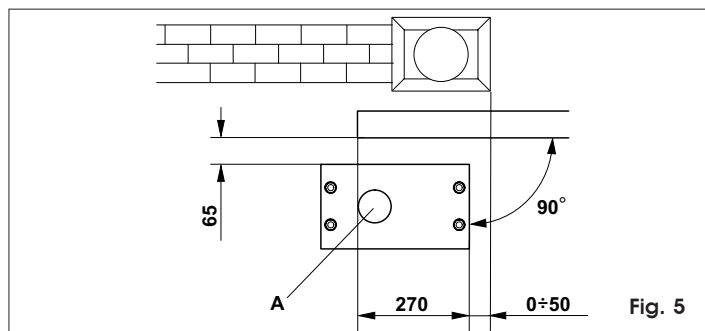
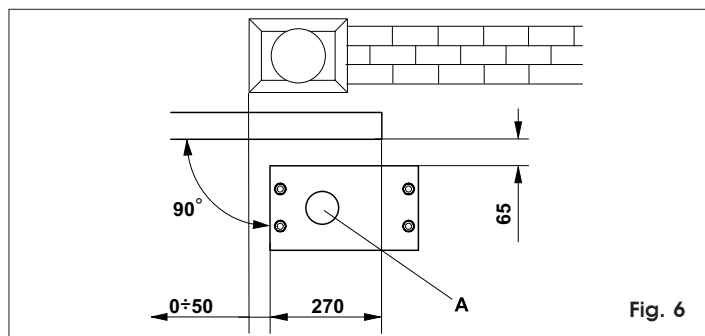

Fig. 5
Fig. 6
2) La plaque de fondation doit être positionnée d'après la Fig.5 (fermeture droite) ou la Fig.6 (fermeture gauche) pour garantir un bon engrènement entre le pignon et la crémaillère.